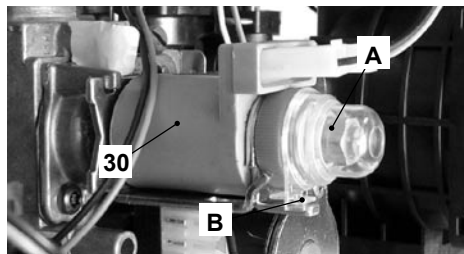

Figura 7.2
- Rimuovere il tappino di protezione "A" dell'operatore modulante 30 in Figura 7.2 ruotandolo in senso orario per liberarlo dal fermo "B" e facendo leva con un cacciavite piatto nella scanalatura.
- Rimontare il tappino di protezione "A" Figura 7.2